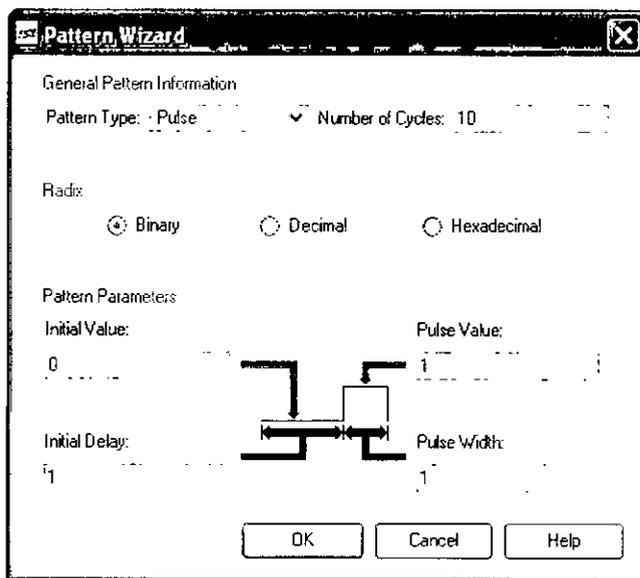

Fig. 16. Ventana Asistente de Asignación de valores de señal.
- Configurar la nueva ventana emergente llamada Patter Wizard como se muestra en la Fig. 16.